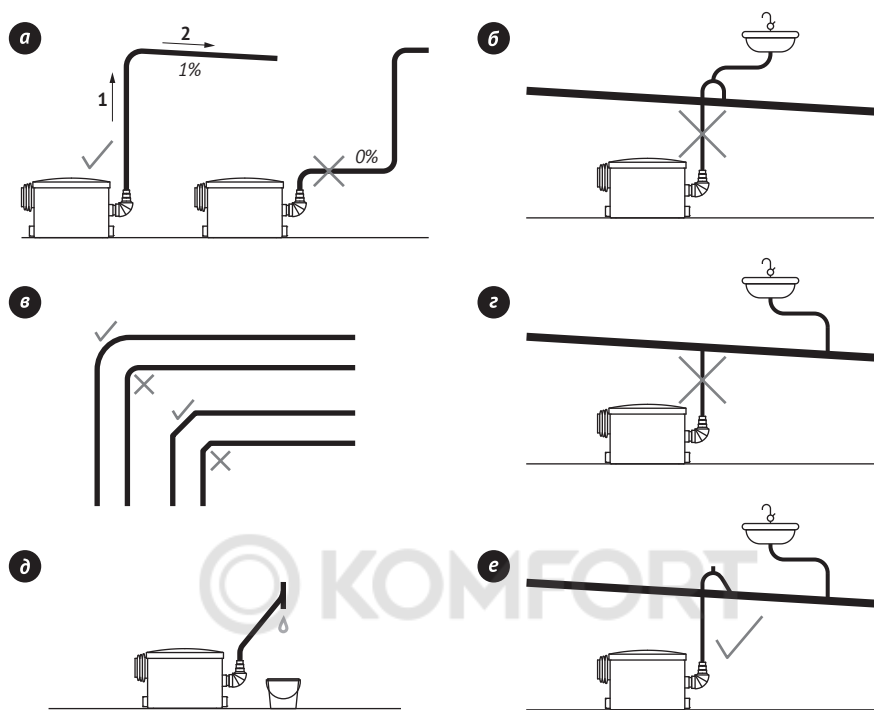

Рис. 14
- вертикальный участок всегда должен предшествовать горизонтальному (рис. 14а);
- горизонтальные участки должны иметь уклон не менее 1% (рис. 14а);
- все изгибы напорного трубопровода должны быть плавными. Например, для поворота на 90°, рекомендуется использовать два угловых фитинга по 45° (рис. 14в). Каждый поворот уменьшает максимальную длину горизонтального сброса на 1 м;
- напорный трубопровод должен иметь отдельный вход в канализационный лежак или стояк, который не должен совмещаться ни с какими другими канализационными трубами (рис. 14е);
- вход в лежак выполняется сверху, под углом в направлении основного потока (рис. 14е);
- в дальней точке вертикального участка трубопровода рекомендуется установить слив для удобства проведения обслуживания и демонтажа станции (рис. 14д).